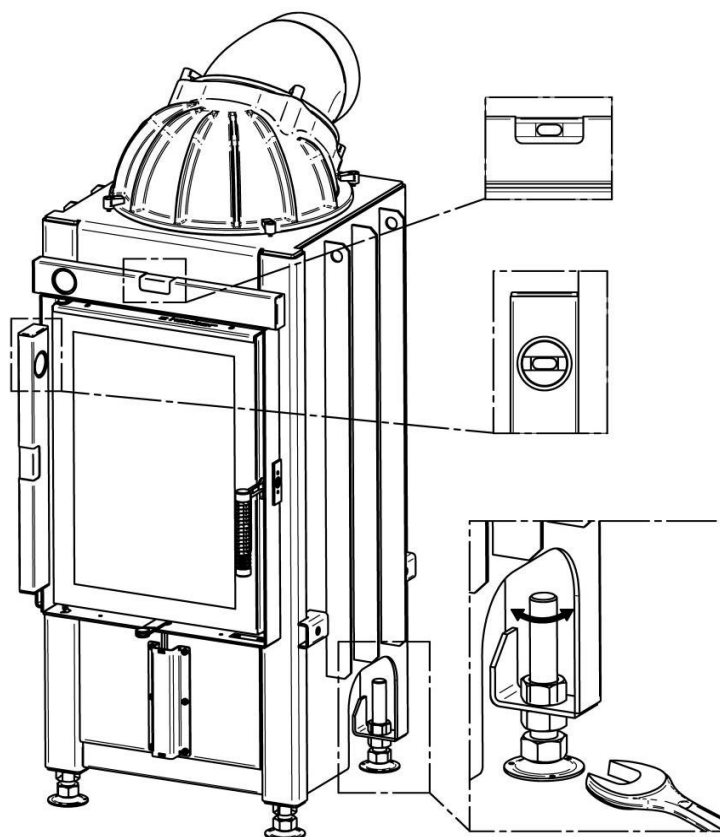

Рис. 2
- Расстояние топки от пола можно регулировать (рис. 2). Используйте регулируемые ножки, чтобы выставить нужную высоту. Регулировка по высоте до 6 см (только 1 см для угловых топков). Топка должна быть отрегулирована по горизонтали и вертикали.